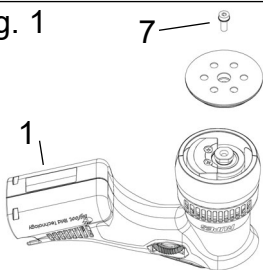

fig. 2
- Serrare la vite di fissaggio platorello (7) usando la chiave esagonale (8). (Fig. 2)